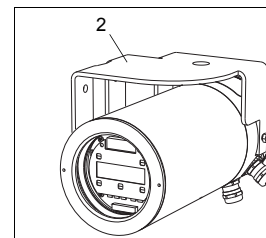

Abb. 8.1: Rohrmontagesatz
- Befestigen Sie das Instrument-Halteblech (2) mit den 4 Schrauben (4) an der Wand (siehe Abb. 8.1).
- Befestigen Sie den Messumformer mit den 2 Schrauben (3) am Instrument-Halteblech (2).
- Positionieren Sie die Klemmbügel (1) am Rohr (siehe Abb. 8.1).
- Befestigen Sie das Instrument-Halteblech (2) mit den 4 Schrauben (4) an den Klemmbügeln.